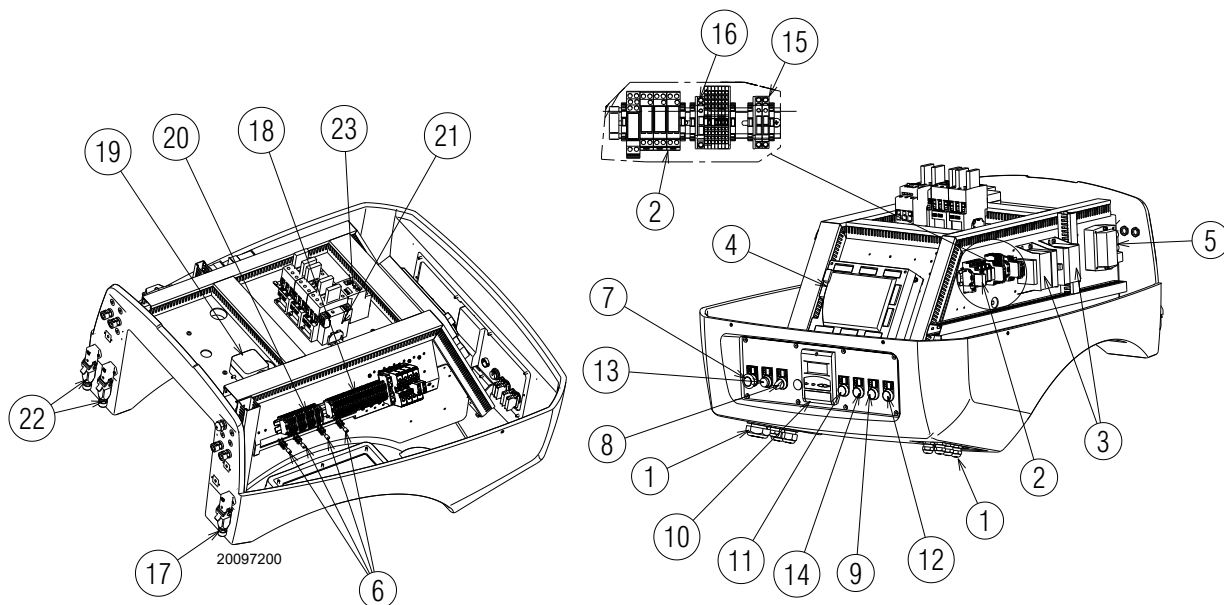

Fig. 6
- **Bloqueo caja de control:** el pulsador 13)(Fig. 6) (**led rojo**) encendido advierte que el quemador está bloqueado. Aprestar el pulsador 13)(Fig. 6) para desbloquear.